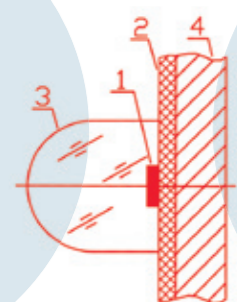

Bild 1
Im Mittel- und Nahbereich werden in Reihe (zu einer Einheit) montierte Dioden verwendet (Bild 1). Jede Einheit besteht aus 4 emittierenden Elementen (1), diese werden auf einer gut wärmeleitenden Siliziumbasis (2) montiert und dann von einem Schutzfilm aus Siliziumoxid ummantelt. Jede Diode besitzt eine sphärische Linse (3), mit einer Emission entsprechend dem gewünschten Abstrahlwinkel. Eine große Auswahl an verschiedenen Linsen ermöglicht die Erzeugung von verschiedenen Abstrahlwinkeln. Die Einheiten werden wiederum auf eine Aluminiumbasis (4) montiert, um eine bestmögliche Ableitung der Wärme auf die Kühlrippen zu ermöglichen.